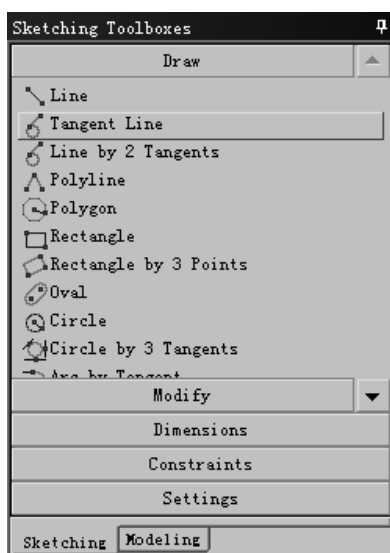

图 3.1.7 “Sketching Toolboxes”对话框
- ◆ 打开 **Sketching** 选项卡，弹出图 3.1.7 所示的“Sketching Toolboxes”对话框，使用该对话框可以进行二维草图的绘制、修改、尺寸标注、约束的添加及草绘环境的设置等。关于二维草绘内容将在本章后面 3.2 节中具体介绍。